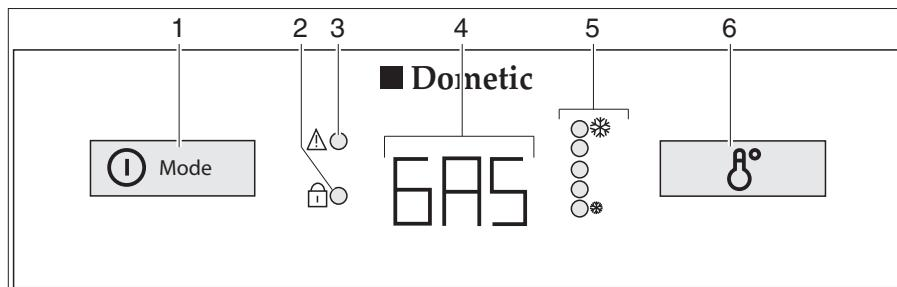

Fig. 353 Elementi di comando per il frigorifero (serie Dometic 8 con AES)
In caso di guasti il relativo indicatore LED "⚠" (Fig. 353,3) lampeggia.
Se l'alimentazione a 230 V **non** è allacciata e il motore del veicolo è **spento**, il sistema AES seleziona il rifornimento di gas. Selezionando il funzionamento a gas, il dispositivo di sicurezza si apre automaticamente, così che il gas possa fluire al bruciatore. Contemporaneamente si inserisce l'accenditore elettronico. Se la fiamma del gas si spegne, p. es. a causa di un colpo di vento, l'accenditore viene subito azionato riaccendendo il gas. In caso di guasti nel funzionamento a gas, nell'indicazione di funzionamento (Fig. 353,4) lampeggia la scritta "GAS".
Dopo l'accensione il frigorifero seleziona automaticamente la regolazione intermedia del termostato. Questa impostazione può essere modificata manualmente con l'interruttore per la regolazione della temperatura (Fig. 353,6). Gli indicatori LED (Fig. 353,5) visualizzano la temperatura selezionata sul termostato. Con l'interruttore viene regolata la temperatura di refrigerazione per tutti i tre tipi di energia. Ci vogliono alcune ore prima che il frigorifero raggiunga la temperatura normale di esercizio. Cambiando la modalità di funzionamento la regolazione del termostato non viene modificata. La temperatura di refrigerazione è indipendente dal tipo di energia utilizzata.
- Premere l'inseritore/selettore di energia (Fig. 353,1) per 2 secondi, per accendere l'apparecchio. L'ultima modalità di funzionamento prescelta viene visualizzata nell'indicazione di funzionamento (Fig. 353,4).
- Con l'inseritore/selettore di energia (Fig. 353,1) selezionare il tipo di energia.
- Regolare la temperatura di refrigerazione sull'interruttore per la regolazione della temperatura (Fig. 353,6). Gli indicatori LED (Fig. 353,5) visualizzano la regolazione del termostato prescelta.
- Premere l'inseritore/selettore di energia (Fig. 353,1) per 2 secondi. Cancellare tutte le indicazioni.